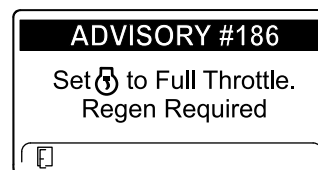

Bild 47
**Hinweis:** Wenn das InfoCenter ADVISORY #186 (Hinweis-Nr. 168) (Bild 47) anzeigt, stellen Sie den Motor auf Vollgas (hohe Leerlaufdrehzahl), damit die Zurücksetzen-Regenerierung fortgesetzt werden kann.